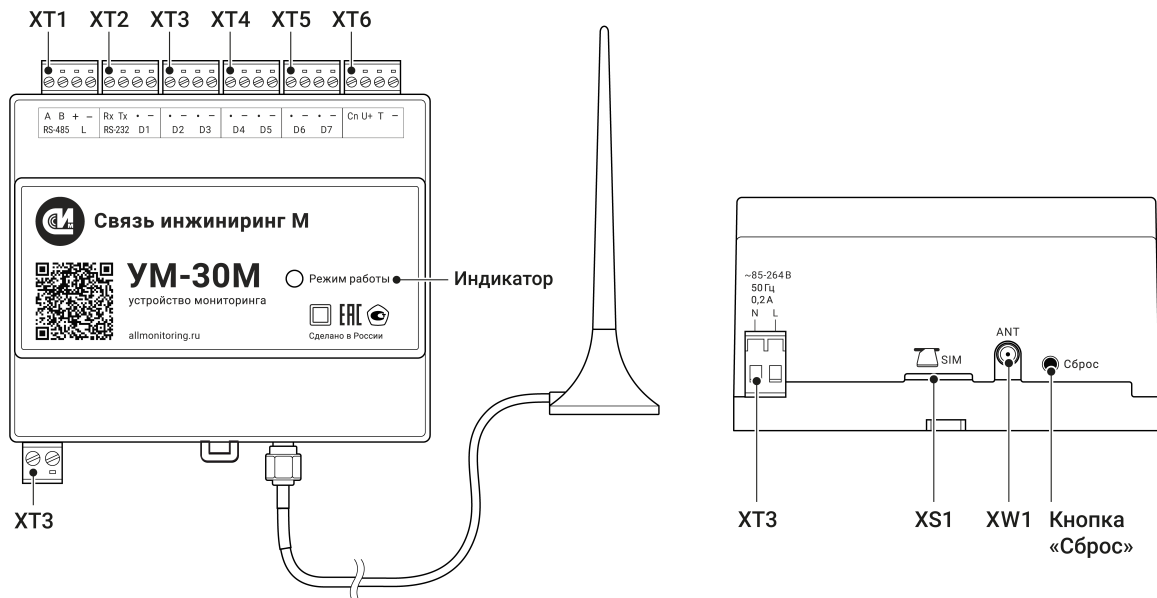

Рисунок 2. Расположение клеммников, индикатора и кнопки на корпусе устройства.
5. Подсоедините устройство к сети переменного тока, в соответствии с обозначением и описанием контактов клеммников (см. Рисунок 2 и Таблицу 2). Подключение к сети переменного тока рекомендуется производить проводом ПВЗ сечением не менее 0,5мм² и не более 1,5мм² через автоматический выключатель (категории А) 2А.
9. Подайте на устройство питание. На передней панели устройства должен засветиться индикатор «Режим работы» (см. Рисунок 2), что свидетельствует о готовности устройства к работе.